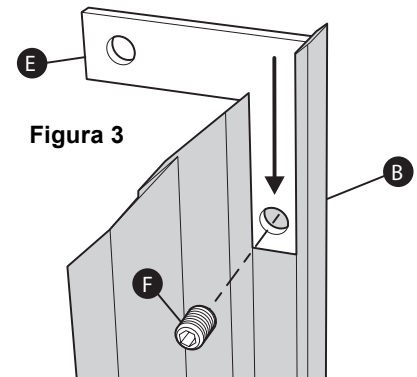

Figura 3
- Instale los soportes (E) en los extremos sesgados de cada moldura lateral (B y C). Fije cuidadosamente los soportes a las molduras laterales ajustando los tornillos de fijación (F), sólo hasta que queden ceñidos, para evitar que se forme un hoyuelo en el frente de la moldura. Vea la figura 3.